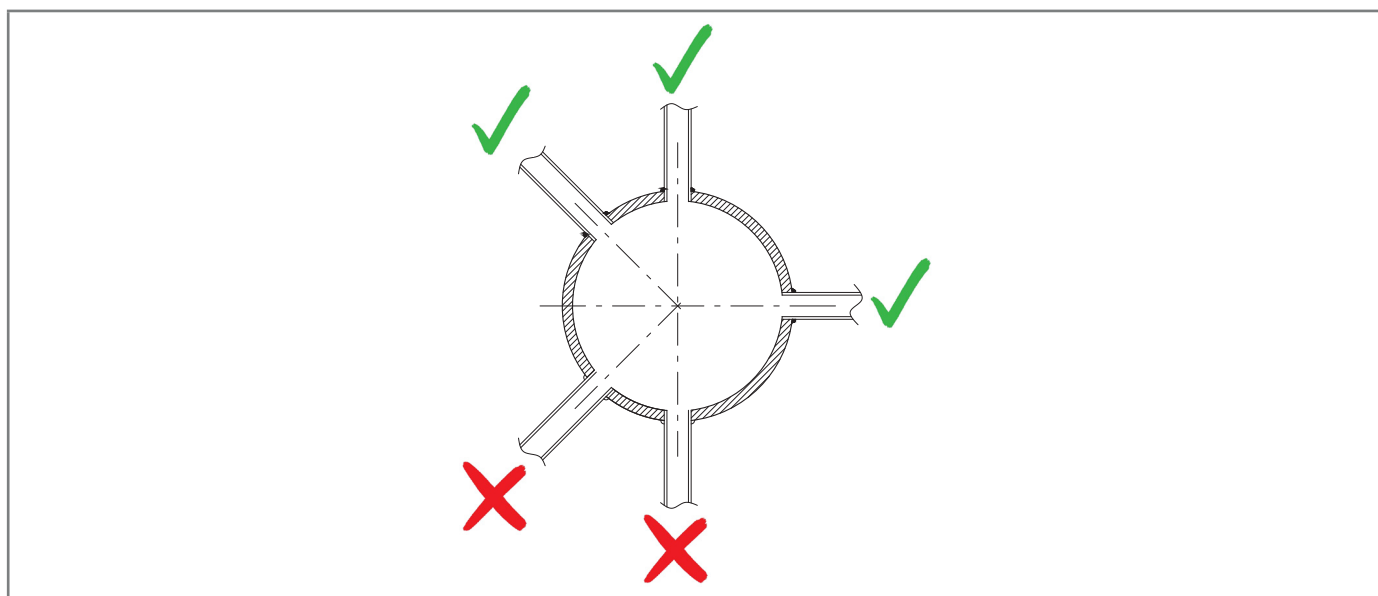

Fig. 6.14. Attacchi saldati della tubazione
- gli attacchi della connessione pneumatica siano sempre saldati sulla parte superiore o sull'asse orizzontale della tubazione stessa (fare riferimento alla Fig. 6.14);